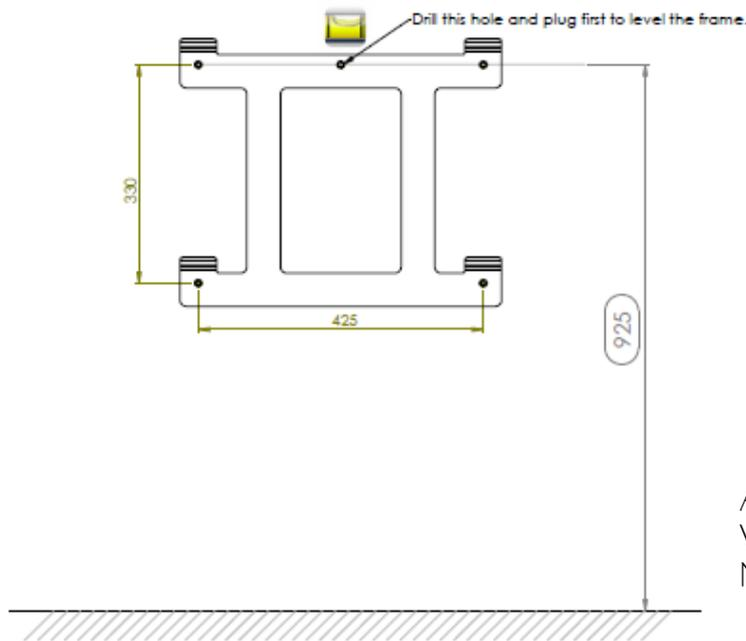

Abbildung 3: Bohrlochmuster Wandhalterung (Angaben in Millimeter)
4. Bringen Sie nun die Wandhalterung an der Wand an, an welcher Sie Ihren "Vertigo" platzieren möchten. Die Seite mit den drei Bohrlöchern zeigt hierbei nach oben und die vier gewölbten Halterungen über jedem der vier äußeren Bohrlöcher zeigen in den Raum. Die drei oberen Löcher müssen in einer Höhe von 925 Millimetern über dem Boden angebracht werden (siehe Abbildung 3). Bohren, dübeln und befestigen Sie zuerst das mittlere Loch! Auf diese Weise ist die Wandhalterung noch beweglich und kann leicht angepasst werden. Für ein optimales Ergebnis empfehlen wir den Gebrauch einer Wasserwaage. Bohren und dübeln Sie nun die übrigen vier Löcher und befestigen Sie die Wandhalterung mit den Schrauben sicher an der Wand.